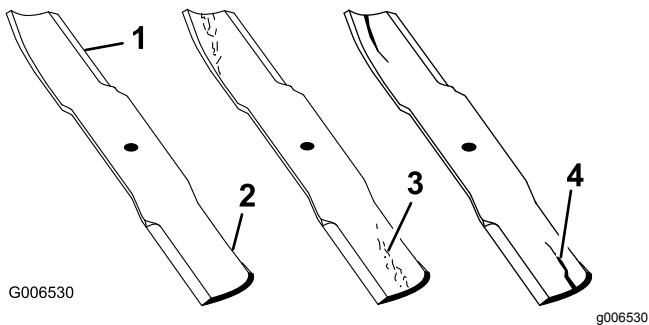

Figura 103
- Inspecione as extremidades de corte (Figura 103).
- Se verificar quaisquer fissuras, desgaste, ou a formação de ranhuras nesta área instale imediatamente uma lâmina nova (Figura 103).